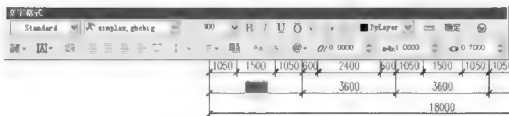

图 3.52 在文字编辑器内激活尺寸“3600”
(1) 选择菜单栏中的【修改】|【对象】|【文字】|【编辑】命令，或在命令行输入“Ed”并按 Enter 键，启动文字编辑命令。
(2) 在选择注释对象或 [放弃(U)]: 提示下，在左下角 1 轴线和 2 轴线之间的尺寸线上的“3600”上单击，则弹出文字编辑器，并且尺寸“3600”被激活(如图 3.52 所示)，将其修改为“4200”。然后单击【确定】按钮，关闭对话框。